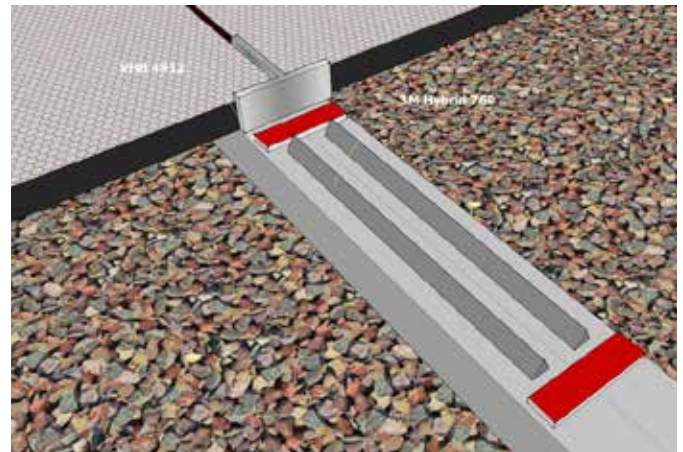

Abb. 4: Positionen des Klebers 3M Hybrid 760 im Stoßbereich von zwei Dielen
- Im Stoßbereich kann die Montage auf einer Unterkonstruktionsleiste erfolgen. Hierfür wird das Montageband und der Kleber separat für jedes Dielenende aufgetragen (s. Abb. 4)